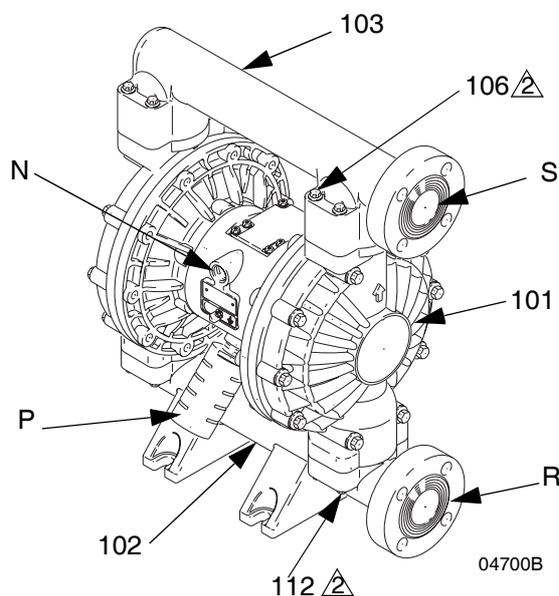

FIG. 4
Lors de l'expédition de la pompe, les orifices d'entrée (R) et de sortie (S) de fluide sont orientés dans le même sens. Voir FIG. 4. Pour modifier l'orientation des orifices d'entrée et/ou de sortie :